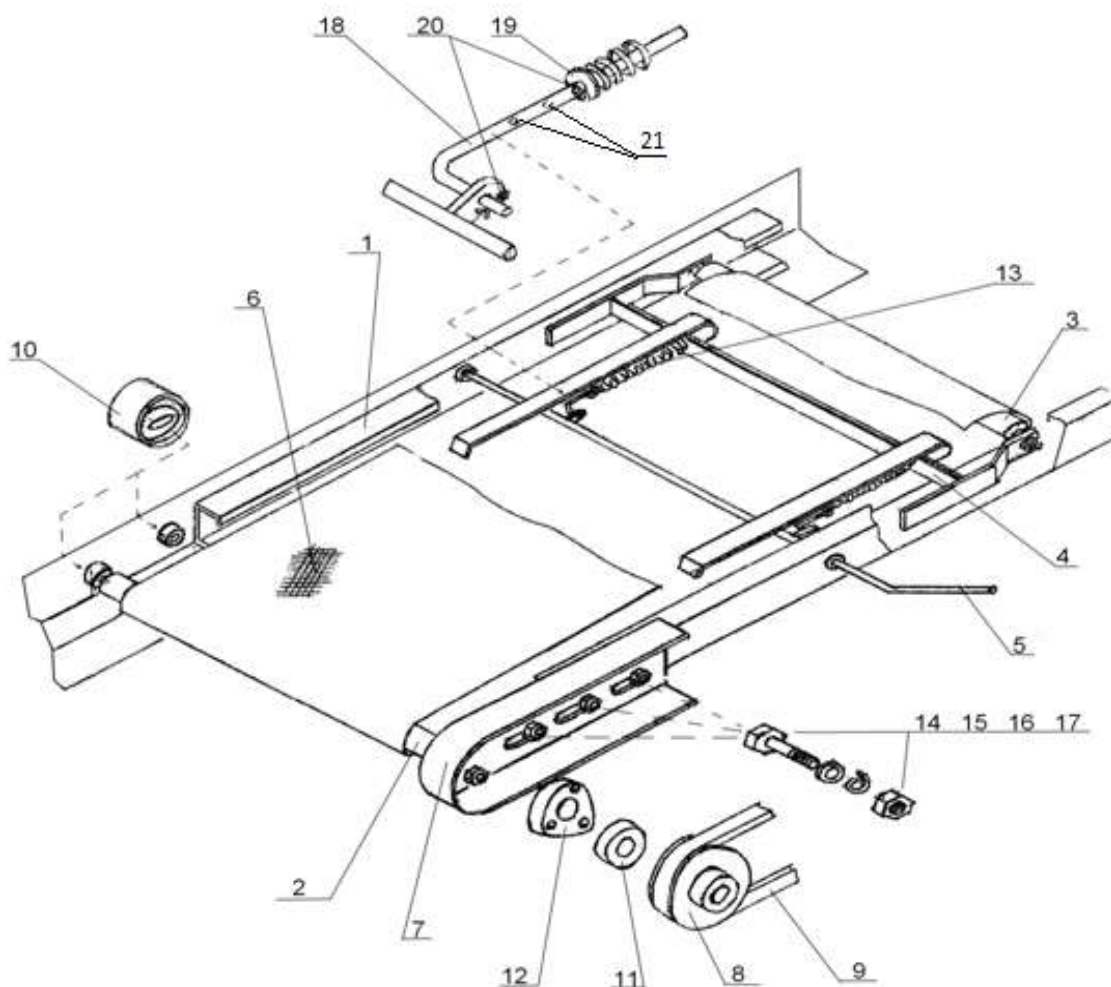

Рис.9 Регулировка натяжения и направления движения транспортной ленты
7.1 На жатке “Дон Мар” установлены два ленточных транспортера - на правой и левой платформах. Натяжение транспортной ленты выполняется пружинным устройством, с помощью рычага рис.9, поз 5.
Сход транспортной ленты на край устраняется перемещением приводного конца ведущего ролика поз.2 рис.9, закрепленного на кожухе поз.7.